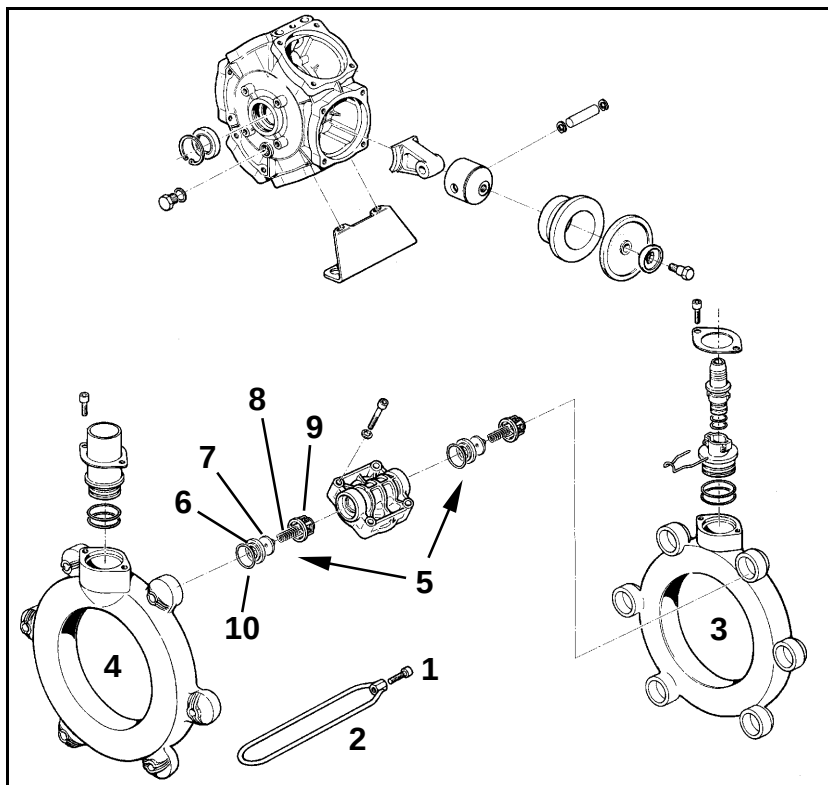

Fig. 222
- ¡Antes de extraer las válvulas observar la correspondiente posición de montaje! (Fig. 222/5).
- Durante el ensamblado, prestar atención a que la guía de válvula (Fig. 222/9) no sea dañada. Daños pueden causar el bloqueo de las válvulas.
- Es imprescindible apretar los tornillos en forma cruzada con el par de apriete indicado. Apriete inadecuado de los tornillos causa tensiones y por lo tanto falta de estanqueidad (Fig. 222/1).
2. Aflojar los tornillos (Fig. 222/1) y quitar el estribo de sujeción (Fig. 222/2).
3. Quitar tubo de aspiración y de presión (Fig. 222/3 y Fig. 222/4).
4. Extraer los grupos de válvulas (Fig. 222/5).
5. Compruebe el asiento de válvula (Fig. 222/6), válvula (Fig. 222/7), resorte de válvula (Fig. 222/8) y guía de válvula (Fig. 222/9) a daños o desgaste.
6. Quitar la junta toroidal (Fig. 222/10).
8. Montar los grupos de válvulas (Fig. 222/5) después de la comprobación y limpieza..
9. Colocar nuevos anillos toroidales (Fig. 222/10).
10. Abridar el de aspiración - (Fig. 222 3) y el tubo de presión (Fig. 222/4) a la carcasa de la bomba y montar el estribo de sujeción (Fig. 222/2).
11. Apretar los tornillos (Fig. 222/1) en forma cruzada con un par de apriete de **11 Nm**.